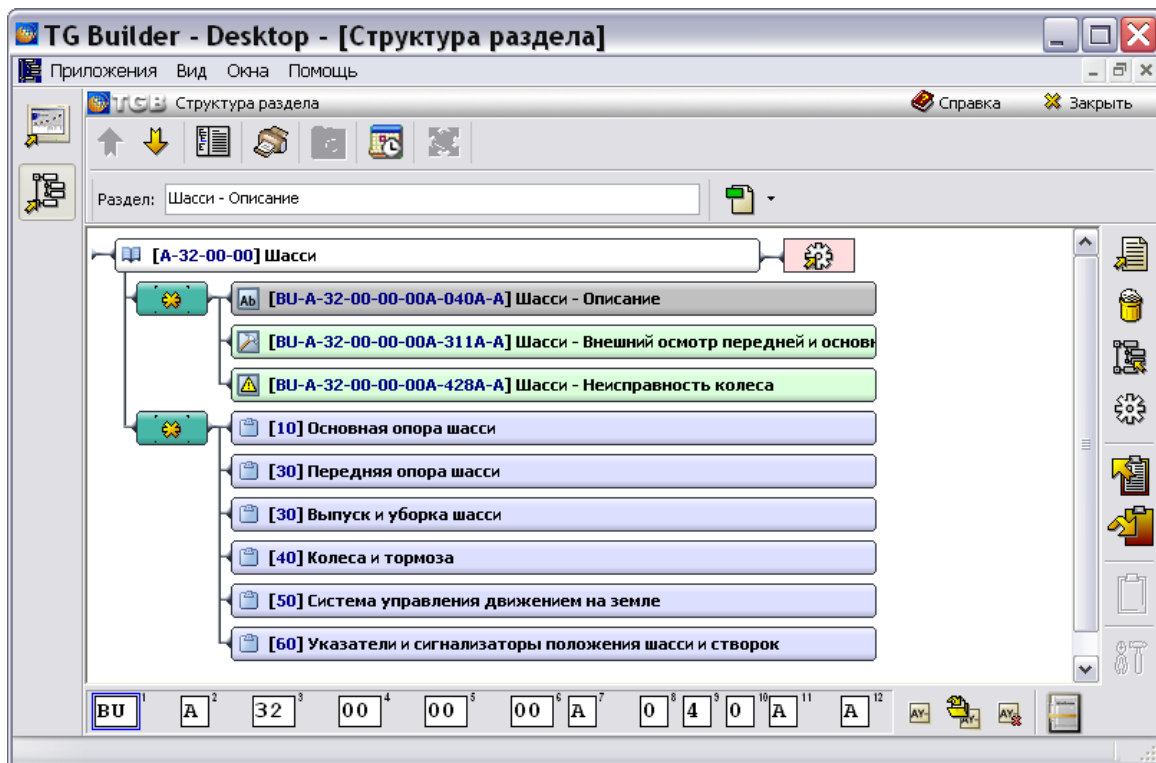

Рис. 19.9
3. Разверните раздел проекта и выберите модуль данных, версию которого нужно подписать ЭЦП (Рис. 19.9).